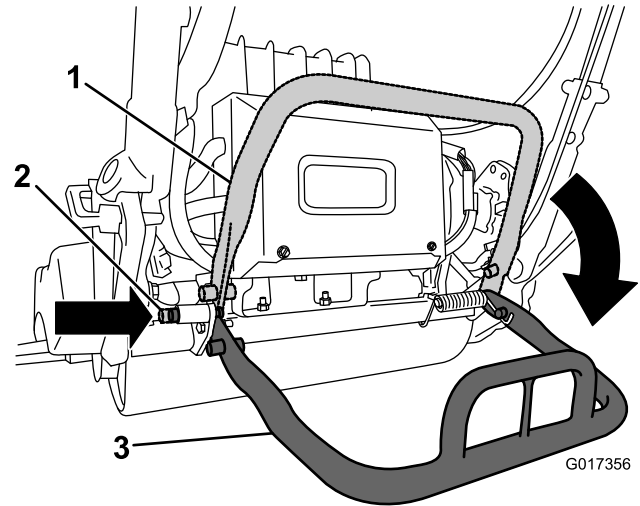

图8
2. 放下支撑架并推入锁定销将支撑架锁定在维修位置 (图8)。